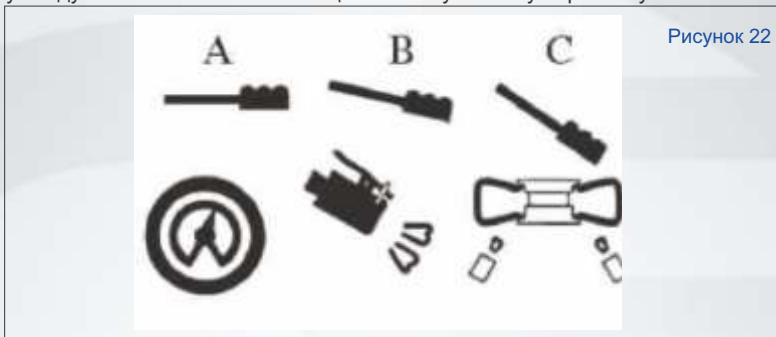

Рисунок 22
- Выжмите педаль накачки до средней позиции В (Рисунок 22)
- Если борт ввиду своей толщины сидит недостаточно хорошо на диске, вправьте его вручную за закраину диска, затем нажмите педаль накачки полностью до позиции С (Рисунок 22). Сильная струя воздуха выйдет из отверстий зажимных кулачков, что поможет борту правильно встать на диск.
- Педаль накачки переведите в среднюю позицию В (Рисунок 22) и продолжайте нака-